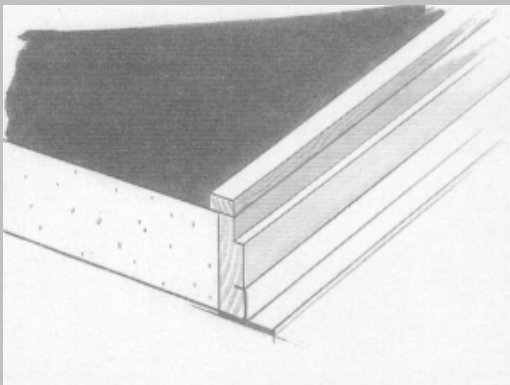

Fig. 3
N.B. Het wordt aanbevolen de elementen met witte zichtzijde voor montage te voorzien van de kunststof afdekprofielen. (fig. 3).